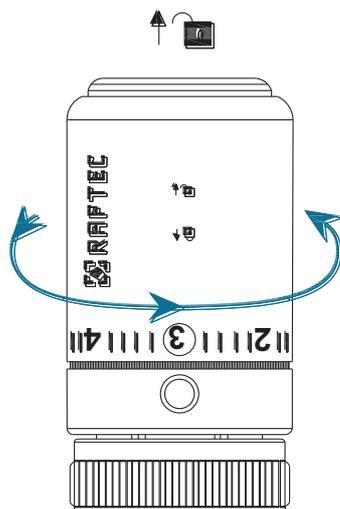
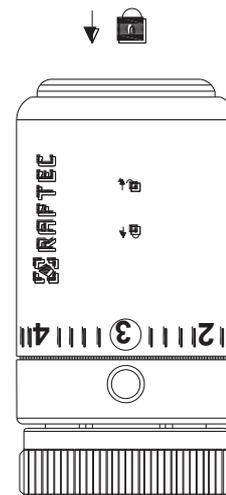

Рисунок 1
Рисунок 2
4. Модели ТВ3015 и TW3015 термоголовки имеют защиту от детей. Для разблокировки замка в положение «открыто» необходимо сдвинуть корпус термоголовки в соответствии с направлением, указанным на пиктограмме, нанесенной на корпусе (рис. 1). После настройки нужной температуры путем поворота корпуса на указанное деление переместите специальный замок в положение «закрыто», сдвинув корпус в соответствии с значком на корпусе (рис.2) – в этом случае ребенок, играя, не сможет изменить настройки температуры.